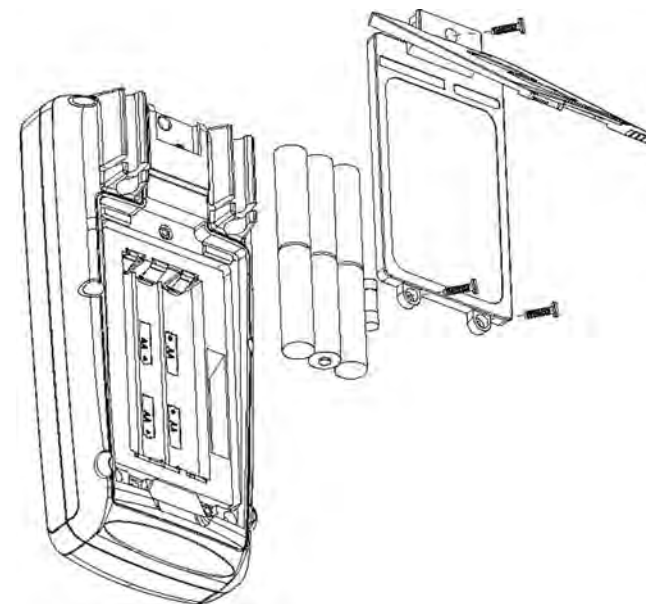

Figure 8
2. Remplacement fusibles / piles (voir Figure 8)
6 piles 1.5V(AA) comme illustré Figure 8, pour alimenter le produit. Procédure de remplacement:
- ① Placez le commutateur sur OFF et débranchez les cordons de mesure.
- ② Retirez les vis du couvercle arrière, retirez le couvercle et sortez les piles usagées
- ③ Installez des piles de mêmes caractéristiques. Ne pas installer des piles différentes
- ④ Retirez le fusible comme indiqué en Figure 8, et remplacez-le par un fusible de mêmes caractéristiques (spécifications : 0.315A/250V).
- ⑤ Après l'installation de nouvelles piles, revissez le couvercle comme à l'origine.